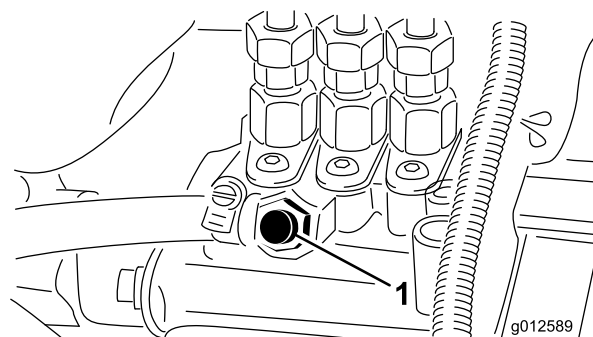

Figura 31
4. Desaperte o parafuso de purga que se encontra na bomba de injeção de combustível (Figura 31).